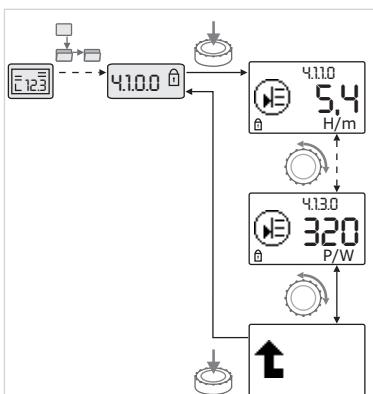

Fig. 33: Richiamo di informazioni
- Ruotando il pulsante bianco selezionare gli elementi di menu del tipo "Informazioni" dell'attuale sottomenu (vedi fig. 33). Per la spiegazione delle impostazioni rappresentate da simboli vedi tabella del capitolo 8.7 "Riferimento elementi di menu" a pagina 121.